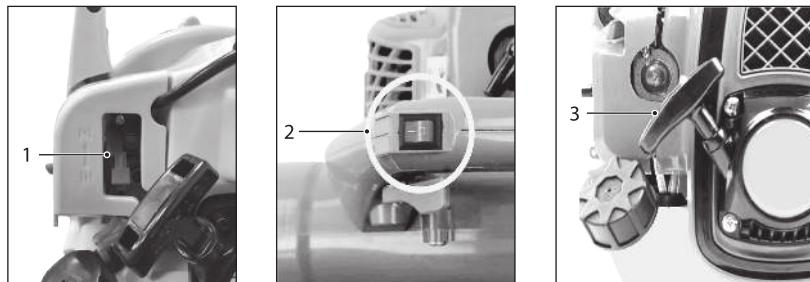

Рис. 8
1. Переведите рычаг воздушной заслонки 1 (рис. 8) в нижнее положение –  «Открыто».
2. Включите зажигание выключателем 2 (рис. 8), расположенным на рукоятке.
3. Плавно потяните рукоятку стартера 3 (рис. 8) до момента зацепления в механизме и энергично вытяните шнур еще на 50–60 см. Повторите до запуска двигателя.